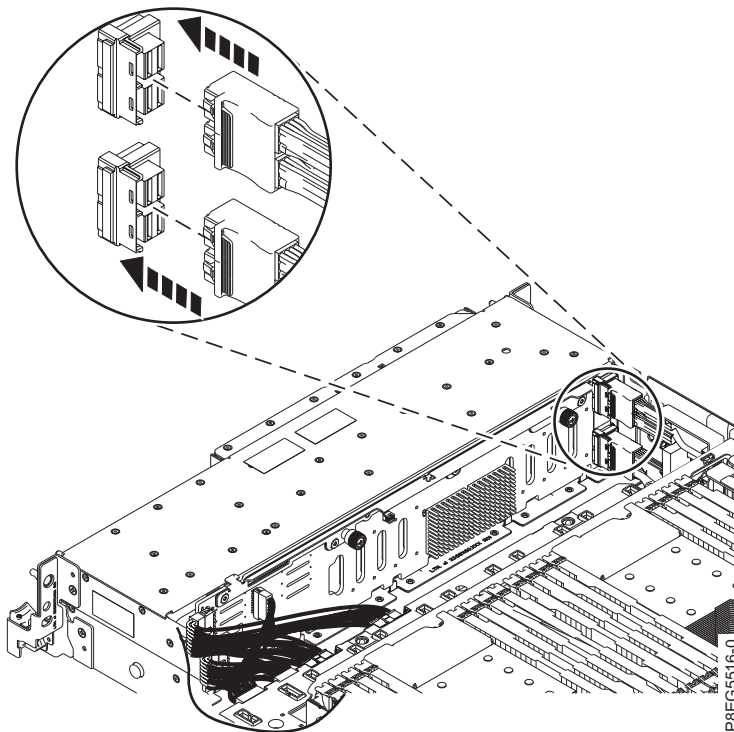

Figura 21. Reconectando os cabos SAS frontais
7. Reconecte o cabo SAS frontal ao painel traseiro da unidade de disco, conforme mostrado na Figura 21. Empurre o conector até que a trava se encaixe.